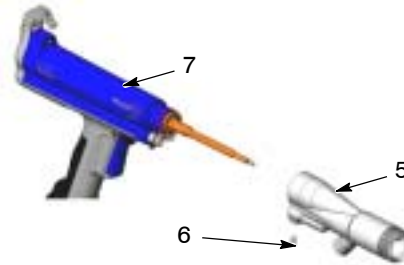

Abb. 3 Adapter abnehmen
5. Siehe Abbildung 3. Die Halteschraube (6) am Adapterboden lösen.
6. Den Adapter gerade vom Sprühpistolengehäuse (7) abziehen.
5. Siehe Abbildung 3. Den Adapter (5) am Pistolengehäuse (7) installieren. Stellschraube (6) festziehen.